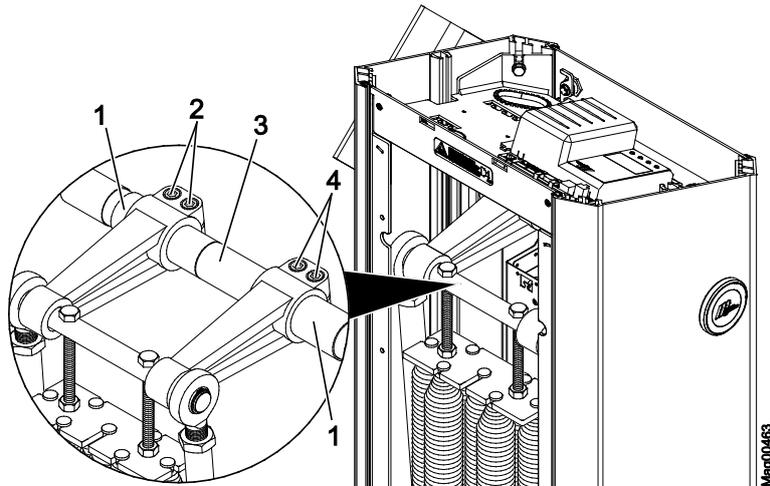

Abb. 40: Innensechskantschrauben lösen – Access XXL
- Access XXL: Siehe Seite 78, Abb. 40.